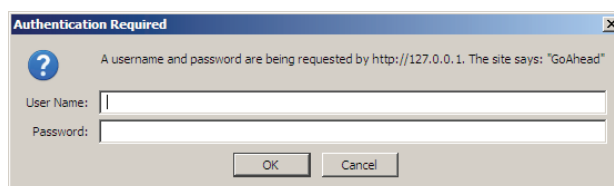

Abb. 40.2: Anmeldebildschirm
- 4 Klicken Sie auf die Schaltfläche *Continue* (weiter), um auf die webbasierte Benutzeroberfläche zugreifen zu können. Es wird ein Bildschirm angezeigt, der Abb. 40.2 gleicht.